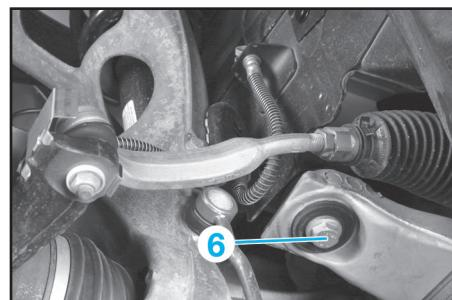

Fig.11
- les fixations (6), (7) et (8) (Fig.11) du berceau.